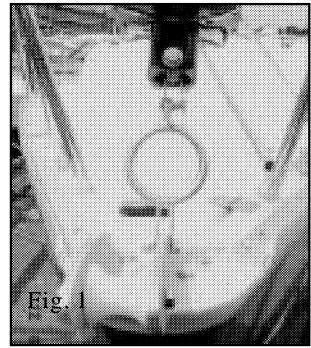

Fig. 1
- Lorsque le mât est vertical, fixer l'étai sur la ferrure d'étrave (sans oublier l'anneau de bout-dehors, fig.1).
- *When the mast is vertical, fasten the forestay to the stem head fitting (do not forget the boom sprit ring, fig 1).*